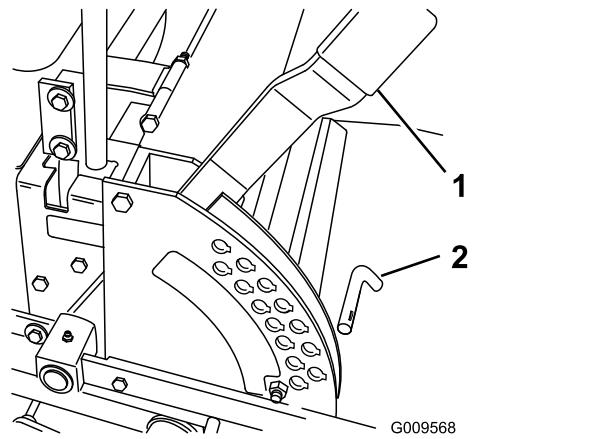

Figura 27
1. Levante la palanca de ajuste de la altura de corte a la posición de TRANSPORTE (que es también la posición de altura de corte de 127 mm (5")) (Figura 27).
- Para ajustar la altura de corte, retire el pasador del soporte de altura de corte (Figura 27).
- Seleccione el taladro del soporte de altura de corte que corresponde a la altura de corte deseada, e inserte el pasador (Figura 27).